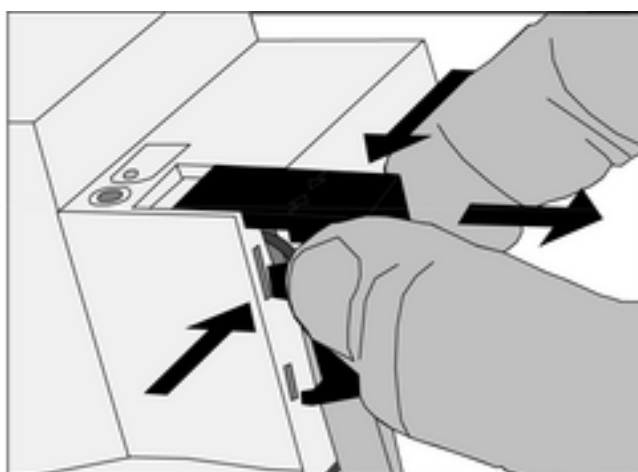

Рисунок 4: Снятие защитной крышки
- Надавить на защитную крышку сбоку и снять ее (рисунок 4).